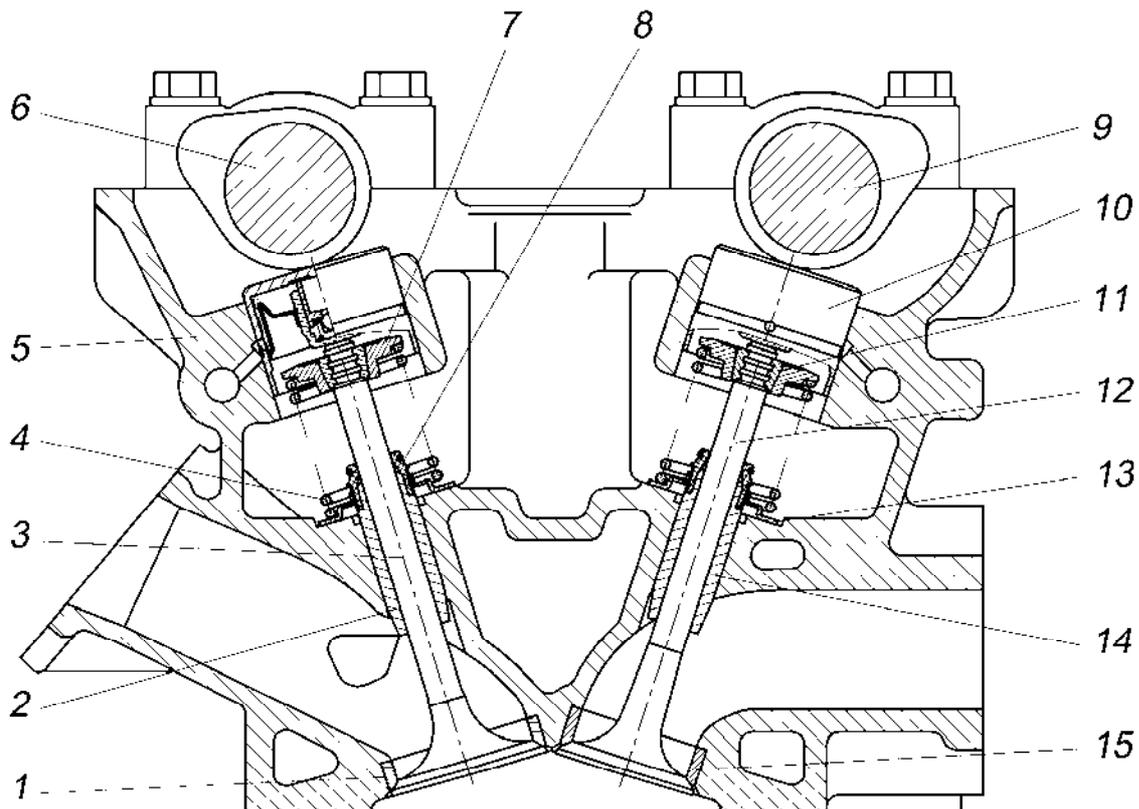

Abb. 24. Ventilantrieb:
**Ventilantrieb** (Abb. 24) erfolgt durch zwei Nockenwellen 6 und 9, die sich im Zylinderkopf 5 befinden. Die Nockenwellen wirken direkt auf die hydraulischen Drücker 10, die sich in den zylindrischen Löchern des Zylinderkopfes bewegen. Durch die Verwendung von Hydrostößeln im Ventiltrieb entfällt das Einstellen der Spiele. Der Antrieb verwendet eine Feder pro Ventil.